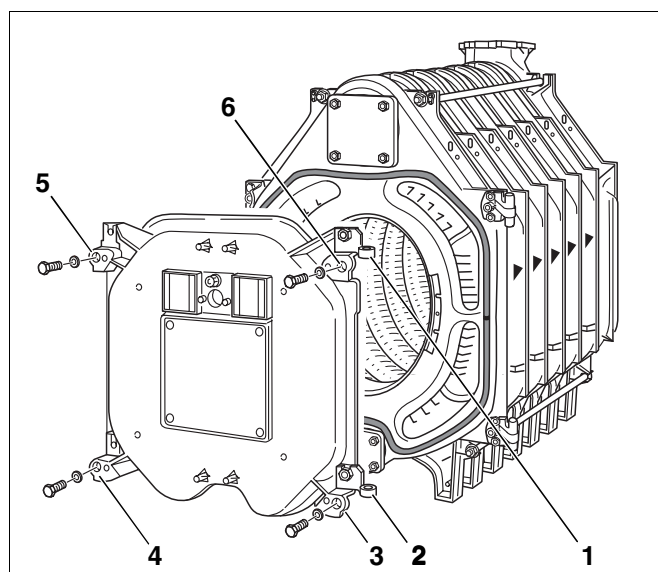

Fig. 29 Montering af brænderdør
Fra fabrikken er de to hængseløjjer monteret i højre side af brænderdøren (Fig. 29, **pos. 1 og 2**). Hvis døren ønskes monteret venstrehængt, skal hængseløjjerne afmonteres i højre side og flyttes over på venstre side af brænderdøren.
- Luk brænderdøren, og lås den med 4 maskinskruer (M16 x 140) (Fig. 29, **pos. 3 – 6**). Krydsspænd maskinskruerne ensartet.